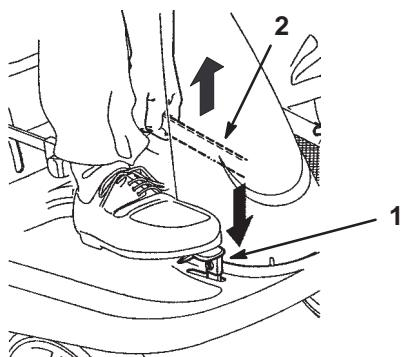

Bild 2
1. Drücken Sie das Bremspedal (Bild 2) durch und halten es in der gedrückten Position.
2. Ziehen Sie den Feststellbremshobel (Bild 2) hoch und nehmen den Fuß nach und nach vom Bremspedal.
1. Drücken Sie das Bremspedal (Bild 2) durch und halten Sie das Pedal gedrückt.
2. Drücken Sie den Hebel der Feststellbremse (Bild 2) nach unten und lassen Sie das Bremspedal langsam los.